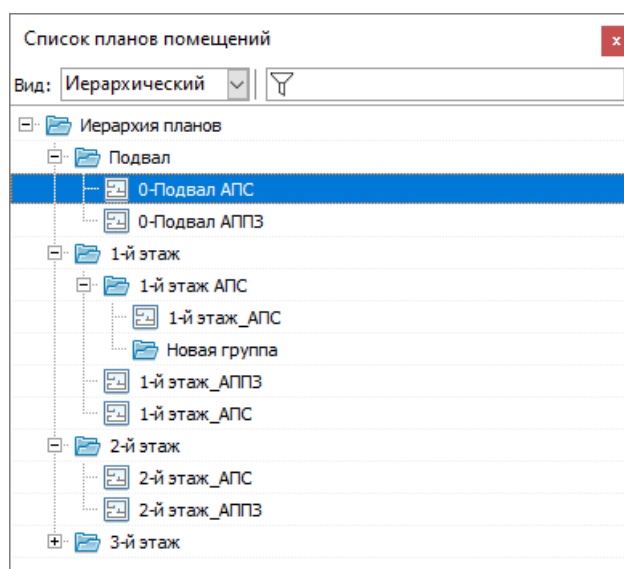

Рисунок 8-119 Пользовательский иерархический список планов на панели "Список планов помещений"
- при выборе значения «Иерархический» (см. Рисунок 8-119) – пользовательский иерархический список планов (о создании пользовательской иерархии планов см. в п. 6.3.4.1.2).